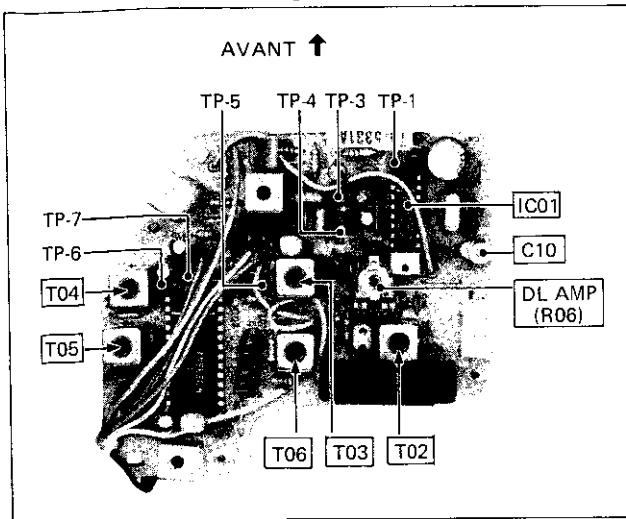

Fig. 5-2
- Débrancher le fil de prise. (voir la figure 5-2)